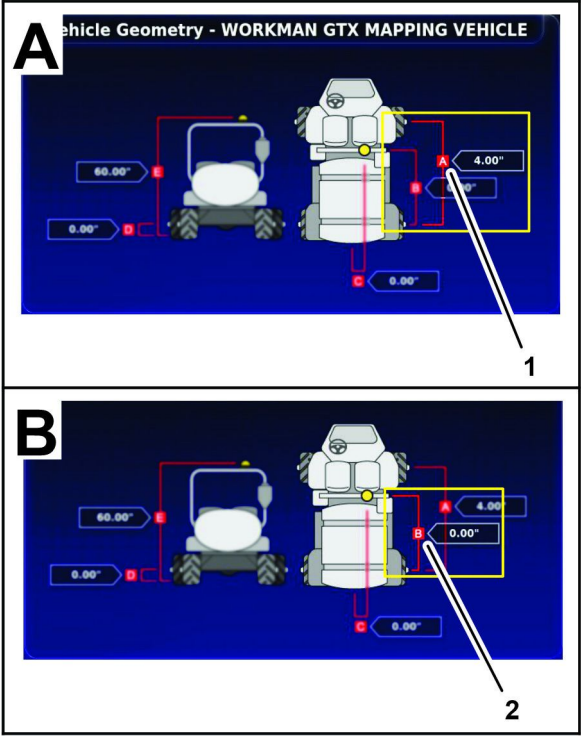

图 181
1. 在用于绘制场地边界的机器上测量前轴与后轴中心线之间的距离图 181 并将测量结果记录在下面的车辆几何形状表中。
2. 测量后轴中心线与卫星接收器中心之间的距离图 181 并将测量结果记录在几何形状表中。